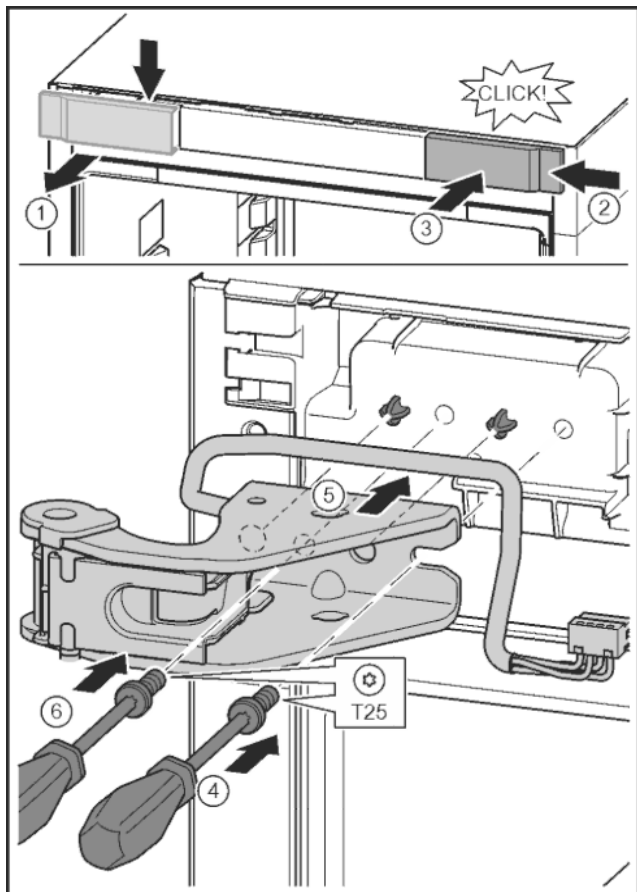

Fig. 29
- ▶ Kryt uvolněte a sejměte do strany. Fig. 29 (1)
- ▶ Kryt otočený o 180° zavěste na druhé straně zprava. Fig. 29 (2)
- ▶ Zaklapněte kryt. Fig. 29 (3)
- ▶ Šroubovákem T25 nasadíte šrouby. Fig. 29 (4)
- ▶ Nasadíte horní stojan ložiska. Fig. 29 (5)
- ▶ Utáhněte šroub. Fig. 29 (4)
- ▶ Šroubovákem T25 vložte šroub a utáhněte. Fig. 29 (6)